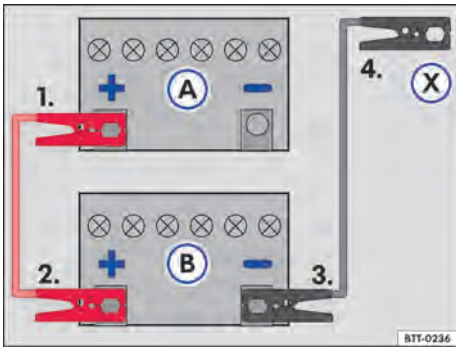

Fig. 150 Esquema para la conexión de los cables auxiliares de arranque: batería del vehículo descargada (A) y batería del vehículo que provee la corriente (B).
Legenda para → fig. 150:
- Conectar un extremo del cable auxiliar de arranque *rojo* al polo positivo → fig. 150 (+) del vehículo con la batería del vehículo descargada (A) → ⚠.
- Conectar el otro extremo del cable de arranque auxiliar *rojo* al polo positivo (+) de la batería del vehículo que suministra corriente (B).
- Conectar un extremo del cable de arranque auxiliar *negro* al polo negativo (-) de la batería que brinda corriente (B) al vehículo.
- Conectar el otro extremo del cable de arranque auxiliar *negro* (X) al vehículo con la batería del vehículo descargada en una pieza maciza de metal atornillada firmemente al bloque del motor o en el mismo bloque del motor - aunque no cerca de la batería (A) → ⚠.